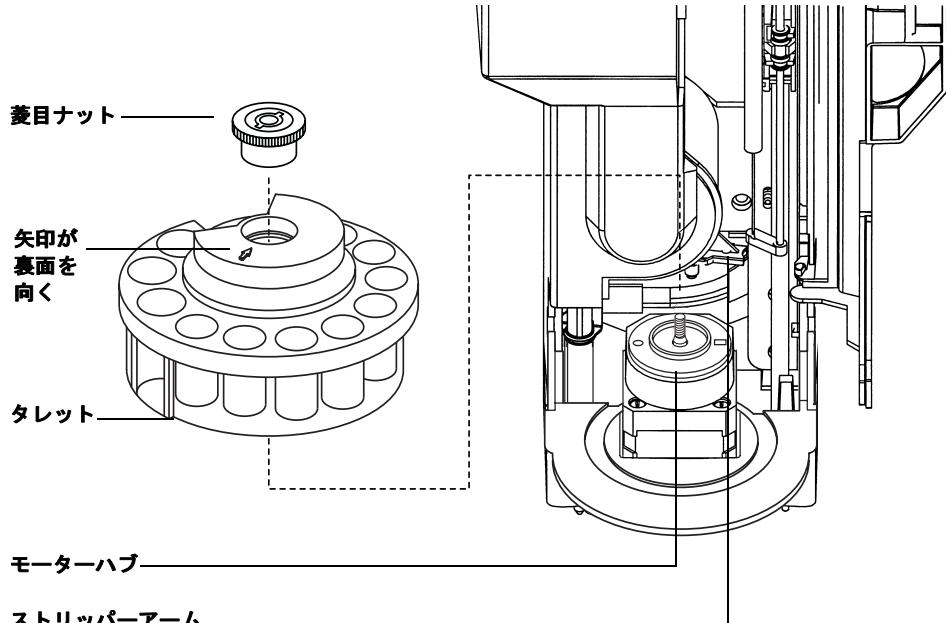

図60 タレットを取り外す
- 3 タレットを回転して、空間のある側がタワー背面に向き、タレット上部の矢印が後ろを指すようにします。ストリッパーームを後方に押してタレットの前面を持ち上げると、タレットはセンターシャフトから外れます。タレットを取り外します。図60を参照してください。